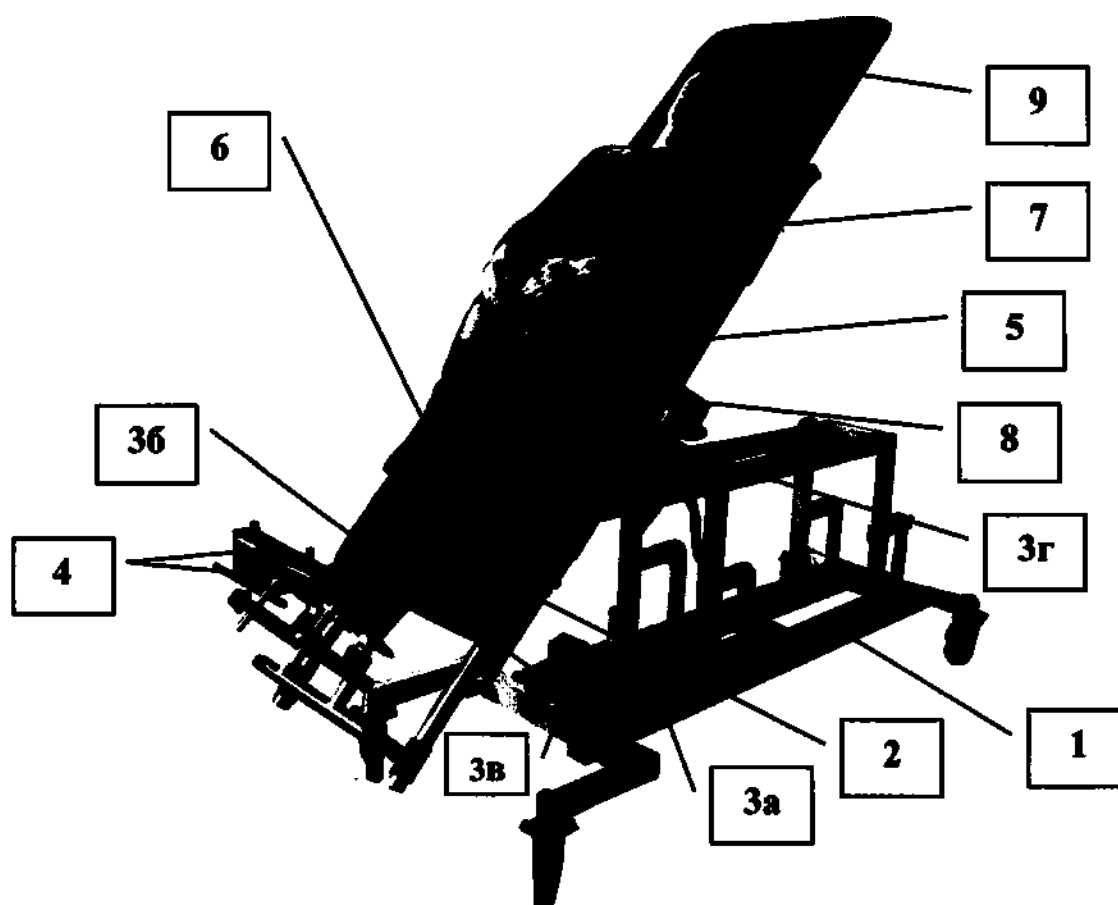

Рисунок 1 – Внешний вид стола массажного 1-го секционного с функцией вертикализации двухмоторного
5.3.1 Нижняя рама (рисунок 1 поз.1) представляет собой несущее основание стола-вертикализатора, с блоком четырех ходовых колес.
- блок электронного управления электроприводом (актуатором) (рисунок 1 поз.3а),
7.3 Пациент при проведении сеанса терапии на столе-вертикализаторе должен быть закреплен ремнями (рисунок 1 поз.6, 7 и рисунок 9).